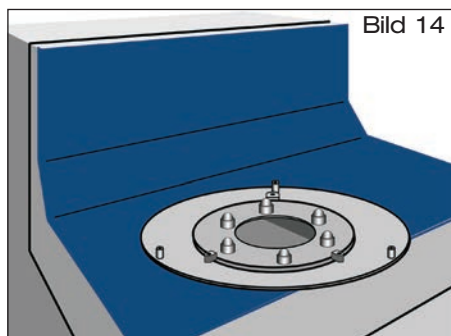

Bild 14
2.6 Beiliegende Sechskantkappen M 12/SW 19 aus Kunststoff auf die Gewindebolzen aufsetzen (Bild 14 bzw. 14A).